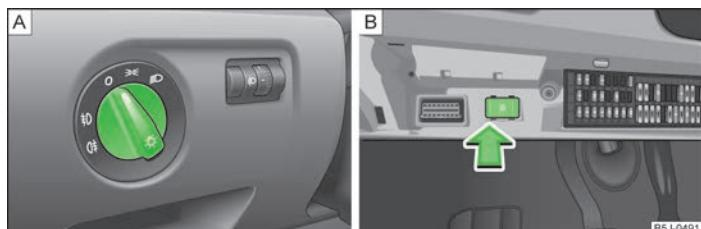

Fig. 22 Cuadro de interruptores: Comutador de luz/cajón de fusibles: Comutador para luz de marcha diurna
En los vehículos con **dirección a la derecha**, la disposición de los interruptores se diferencia en parte de la »fig. 22 de la página 38 disposición mostrada. No obstante, los símbolos que marcan las posiciones de los interruptores son iguales.
- Girar el comutador de luces »fig. 22 - A a la posición .
- ▶ Girar el conmutador de luces »fig. 22 - A a la posición 0.
- ▶ Girar el conmutador de luces a la posición 0 »fig. 22 de la página 38 - A.
- ▶ Conectar el conmutador de la luz de marcha diurna »fig. 22 de la página 38 - B.
- ▶ Desconectar el conmutador de la luz de marcha diurna »fig. 22 de la página 38 - B.
- ▶ Conmutar el conmutador de luz a la posición luz de posición ⚡ o luz de cruce ⚡D »fig. 22 de la página 38 - A.